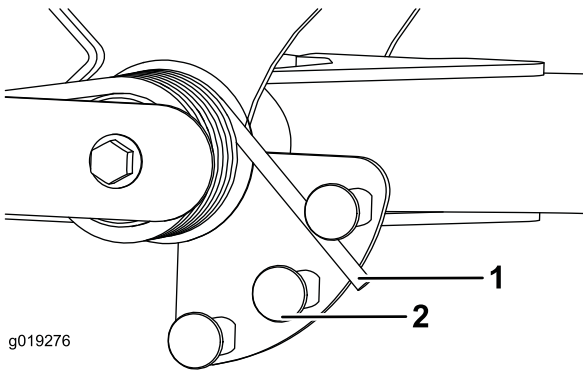

图 34
2. 将一个管子或类似物体插入长弹簧一端并将其围绕弹簧传动器旋转至所需位置图 34。